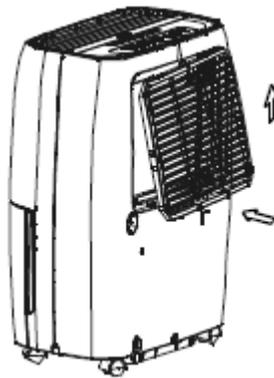

Abb.10
- Setzen Sie den Filter von unten nach oben in das Gerät ein. Siehe Abb. 10.